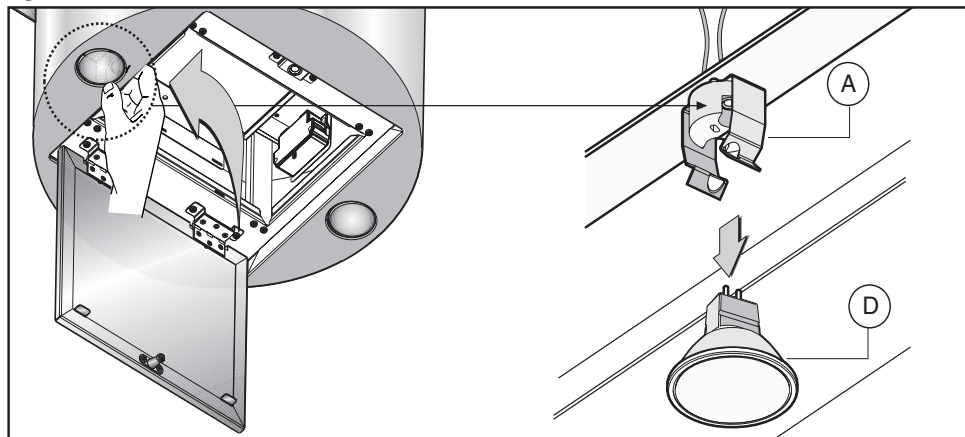

Fig.13
• Remplacement des lampes halogènes (Fig. 13).